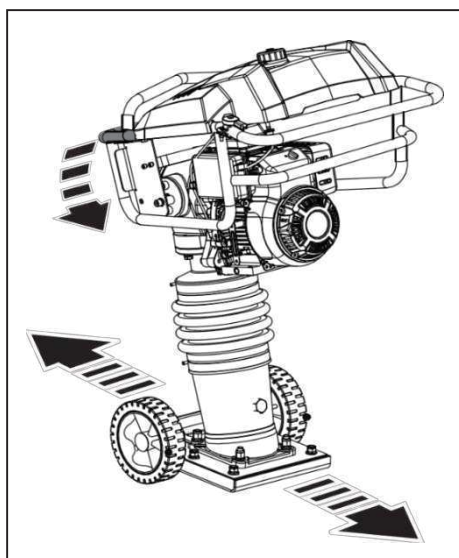

*Рис.21 Транспортирование в горизонтальном положении (кроме модели ТМ-80)
4. Измерьте зазор между электродами свечи зажигания специальным щупом. Зазор должен быть 0,7-0,8 мм (Рис. 21). При увеличении, или уменьшении требуемого зазора, рекомендуется заменить свечу, так как регулировка зазора может привести к изменению качества искрообразования.
Если зафиксировать вибротрамбовку в вертикальном положении невозможно, закрепите устройство на транспортном средстве так, чтобы оно не перевернулось, не упало и не скатилось. Уложите вибротрамбовку так, чтобы двигатель был сверху (Рис. 21), и привяжите ее к транспортному средству за раму и рабочий цилиндр. Вибротрамбовку следует привязывать поперек рабочего цилиндра между трамбуемым башмаком и смотровым отверстием для контроля уровня масла.
Перенос вибротрамбовки к новому участку работы осуществляется за транспортировочную скобу 1 и транспортировочную рукоятку 2 (Рис. 21).